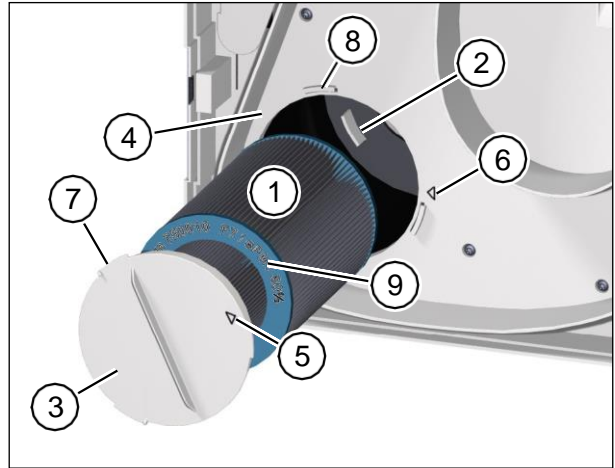

Рис. 23: Встановлення нового фільтра приточного повітря
- ▶ Обережно встановіть новий фільтр приточного повітря (пункт 1 на Рис. 23) у вентиляційну установку.
- ▶ Перевірте, щоб повітряний фільтр став на 3 пази кріплення (пункт 2 на Рис. 23) на задній стінці вентиляційної установки.
- ▶ Встановіть кришку фільтра (пункт 3 на Рис. 23) на фільтр приточного повітря. Перевірте, щоб кришка фільтра щільно прилягала до проміжної пластини (пункт 4 на Рис. 23).
- ▶ Поверніть кришку фільтра за Годинниковою стрілкою допоки стрілка на кришці фільтра (пункт 5 на Рис. 23) не вирівняється зі стрілкою закритого положення (пункт 6 на Рис. 23). Перевірте, щоб 3 кріплення (пункт 7 на Рис. 23) кришки фільтра стали в пази (пункт 8 на Рис. 23) проміжної пластини.
- ▶ У якості фільтра приточного повітря можна використовувати лише M-WRG-II FA, Арт. № 750010, та M-WRG-II FK (фільтр з активованим вугіллем) Арт. № 750020. Маркування каталог № та клас повітряного фільтра нанесено на світло-блакитній стороні повітряного фільтра (пункт 9 на Рис. 23).